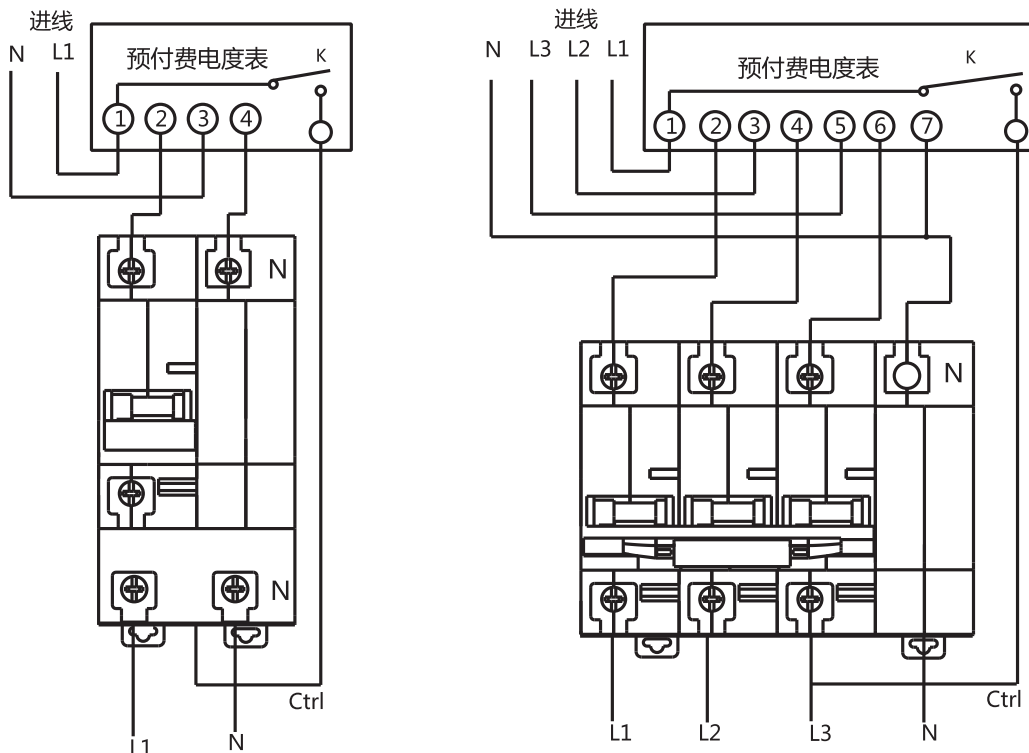

图2 RDX2-125S安装接线图
6.4 按接线图正确接线(见图2)。N线千万不可接错,以确保正常使用。